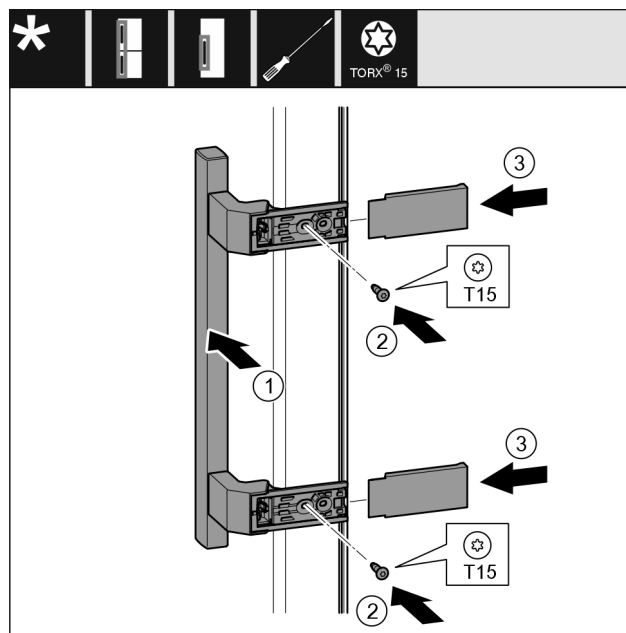

Fig. 23
- Nasad'te madlo Fig. 23 (1) na protilehlé straně.
- Šroubovákem šrouby Fig. 23 (2) pevně utáhněte.
- Kryty Fig. 23 (3) bočně nasad'te a nasuňte.